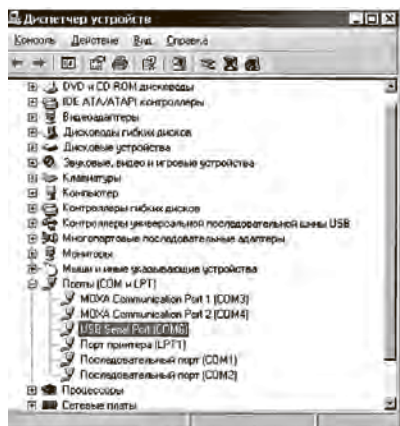

рис.7
5) В результате установки драйвера в системе появится виртуальный COM-порт USB Serial Port (рис. 7).